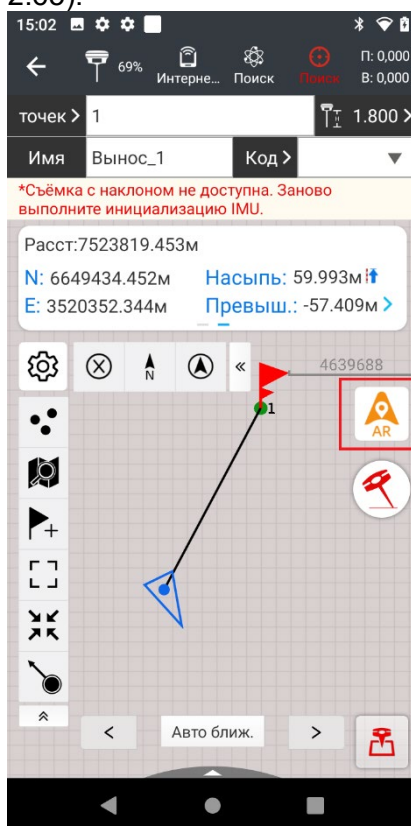

Рис. 2.65
2. Нажать на иконку **AR** (Рис. 2.65).